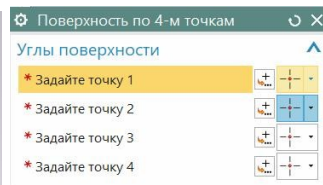
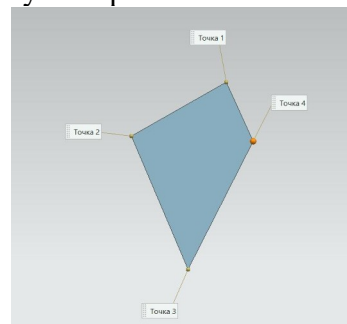

рис.12
рис.13
- Команда находится в падающем меню «Вставить \ Поверхность \ Поверхность по 4-м точкам» (рис.5). Диалоговое окно показано на рис.12. В нем нужно просто указать 4 точки. Чаще всего эту команду используют для того, чтобы быстро построить *косоугольный плоский четырехугольник* (рис.13).